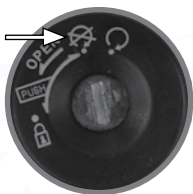

Imagen 27. Apagar el motor.
2. Girar la llave del interruptor de encendido y bloqueo a la posición de apagado . Ver imagen 27.